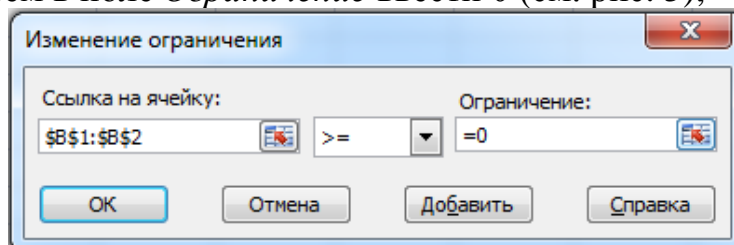

Рис. 5
- 7) в этом же окне *Поиск решения* осталось незаполненным поле *Ограничения*, поэтому надо нажать на кнопку *Добавить*: появится новое окно *Добавление ограничения*, в поле *Ссылка на ячейку* надо щёлкнуть по кнопке , затем выделить мышью диапазон ячеек В1÷В2 и снова щёлкнуть по кнопке , в следующем поле необходимо выбрать знак \geq , нажав , затем в поле *Ограничение* ввести 0 (см. рис. 5);